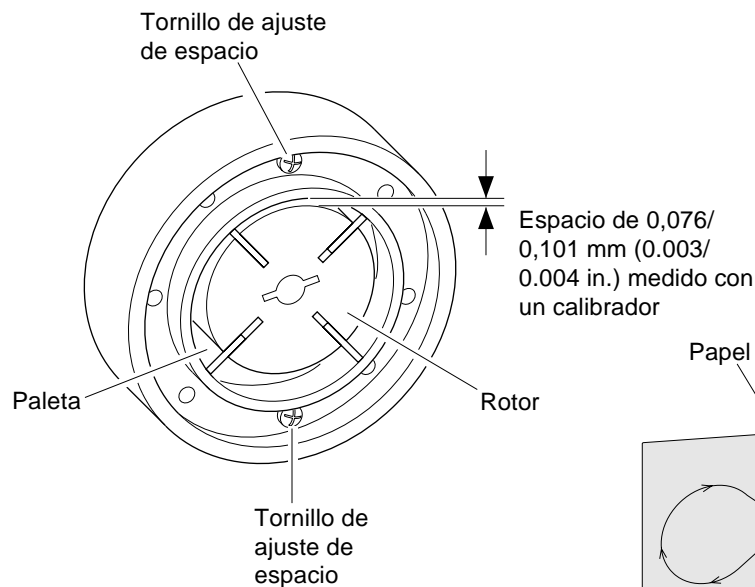

Figura 33 - Ubicaciones de tornillos de ajuste del espacio del rotor
9. Verifique el espacio del rotor. Ajústelo a 0,076/0,101 mm (0.003/0.004 in.) si es necesario (vea la Figura 33).